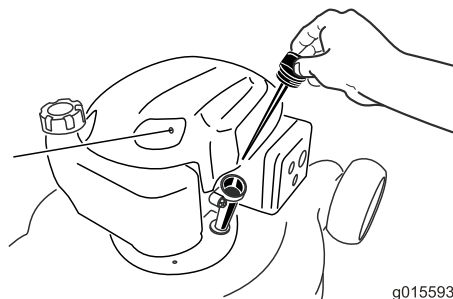

Figura 6
2. Retire la varilla (Figura 6) y vierta aproximadamente tres cuartas partes de la capacidad total del cárter por el tubo de llenado de aceite.